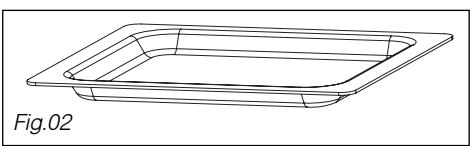

Fig.02
• **De glazen braadslee (Fig.02):** U kunt het voor de helft met water vullen om een gerecht au bain-marie te bereiden met de hete lucht functie. U kunt het ook als bakplaat gebruiken.